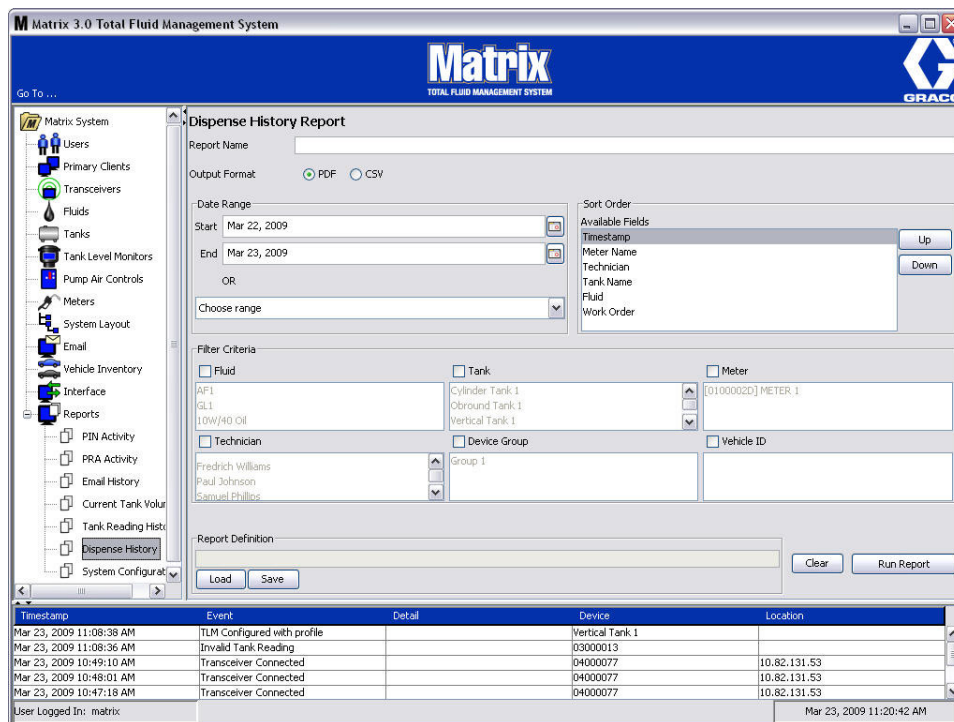

Рис. 177
- Экран «Dispense History» [Журнал выдачи] (Рис. 177)